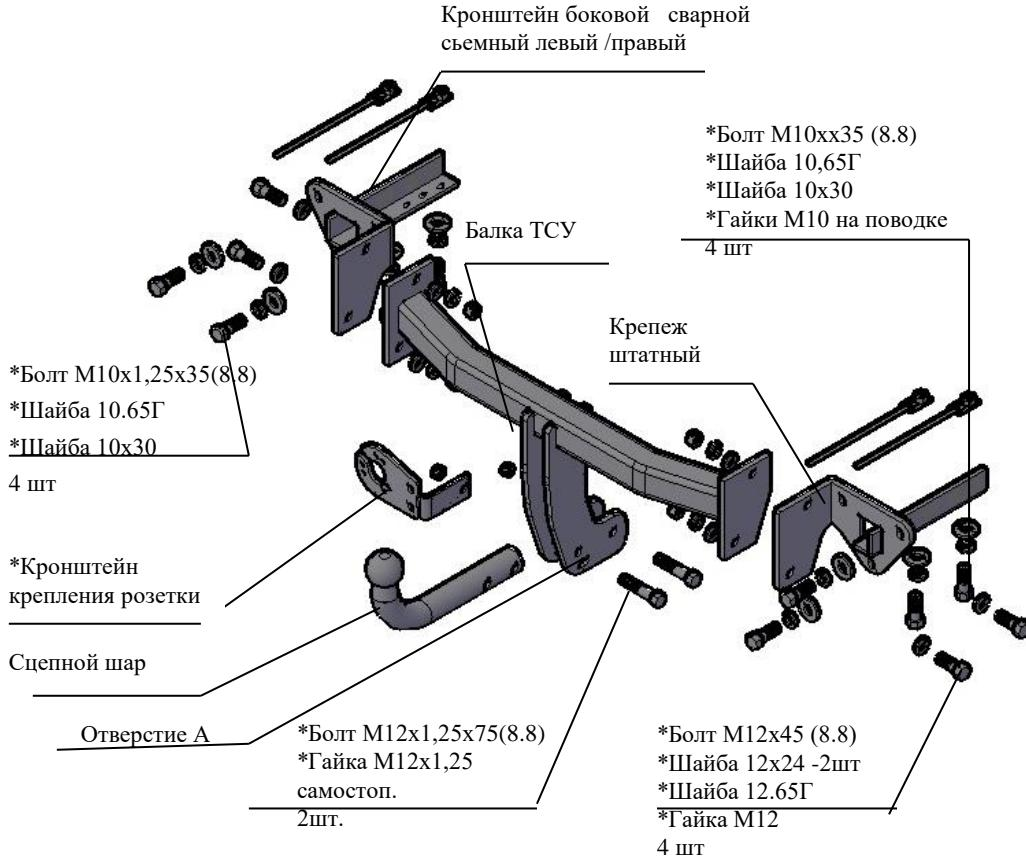

Рис.1 Тягово-сцепное устройство 8501 .
2.1 ТСУ 8501. в сборе (рис.1)	1 шт.
2.2 Пакет с комплектующими (см. рис.1)	1 шт.
4.2 Установить боковые сварные съемные кронштейны в лонжероны а/м (правый и левый соответственно рис.1), закрепить болтами M10x35, подложив под головки болтов шайбы 10.65Г и шайбы 10x30, используя гайки M10 на поводках, а к фартуку а/м закрепить штатным крепежом (см.рис.1) и болтами M10x1,25x35, используя гайки штатные и подложив под головки болтов шайбы 10.65Г и шайбы 10x30. Крепеж не затягивать.